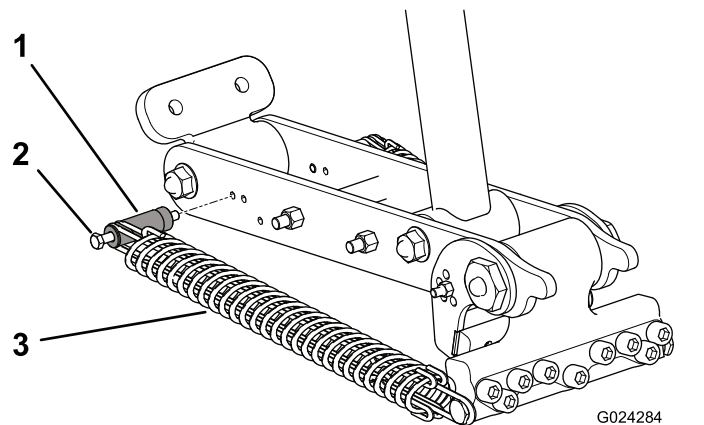
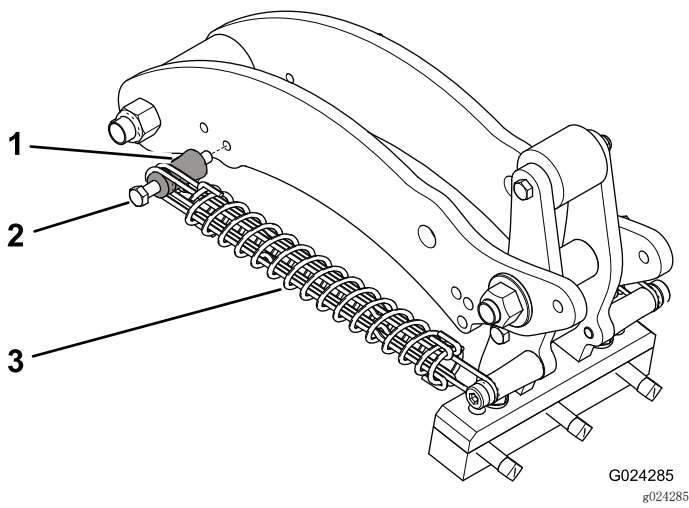

图42
图43
4. 卸下将弹簧安装杆螺栓固定至连杆臂的螺母（图42或图43）。
- 从连杆臂上卸下安装杆螺栓和安装杆，重新将它们插入另一个调节孔（图42 或图43）。